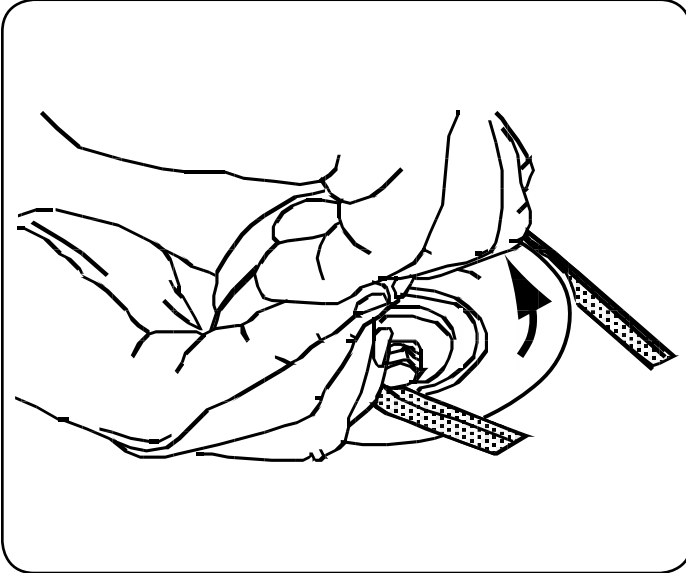

Figura 36
8. Tire del lado derecho de la correa y coloque el lado V angosto de la correa en la polea de la PTO. Vea la Figura 36.